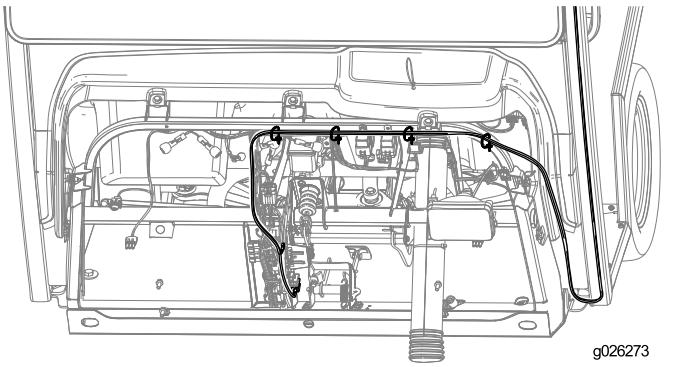

Figura 33
1. Dirija el arnés de cables según se muestra en la Figura 33 y sujetélo con las 4 bridases.